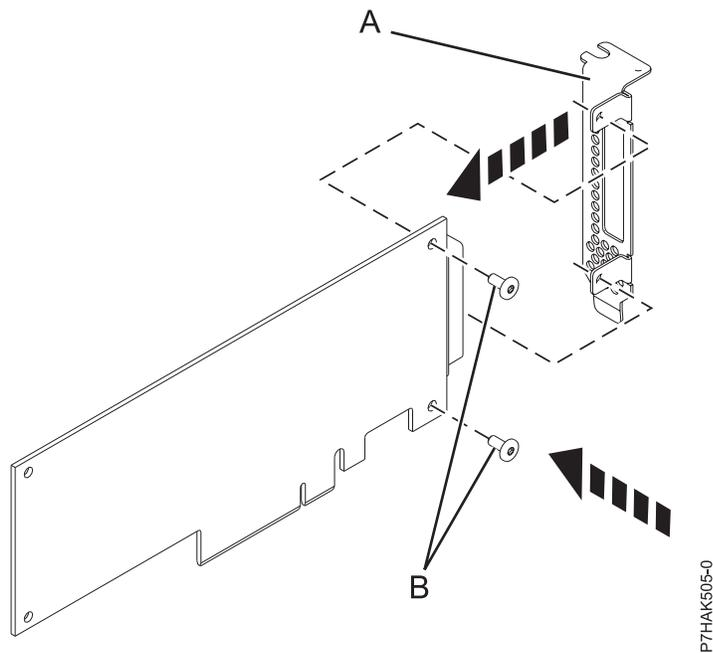

Figure 32. Fixation de la contre-poupée extra-plate à une carte PCIe
14. A l'aide d'un tournevis cruciforme et des deux vis de fixation (B), fixez la contre-poupée (A) de la carte PCIe défectueuse à la nouvelle carte PCIe, comme illustré dans la figure 32, à la page 50.